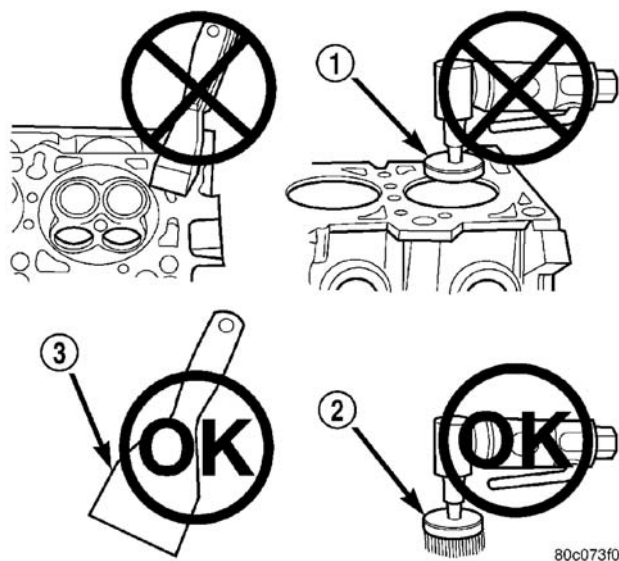

图 4 表面准备时适用的工具
- 带磨擦块或砂纸或金属刷的高速电动工具（图 4）。
- 塑料或木质刮刀（图 4）
- 带 3Mroloc™ 鬃毛盘（白色或黄色）的钻动马达（图 4）